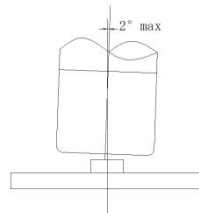

图 2
- 3) 建议打键操作过程中按压头与产品垂直倾斜角度不超过 2°，设计按压头时请注意，即使在满行程时，按压头也不能接触到盖膜和底座。如右图 2：